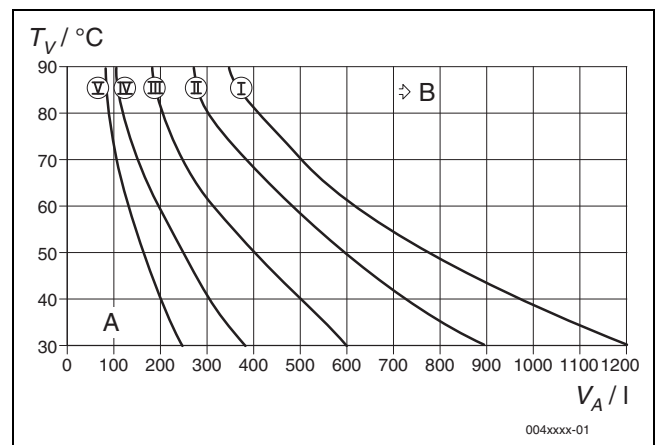

Bild 52 Größe des Ausdehnungsgefäßes für Pufferspeicher mit maximal 400 l Inhalt bestimmen
- Das in Bild 52 genannte maximale Anlagenvolumen wird nicht überschritten.